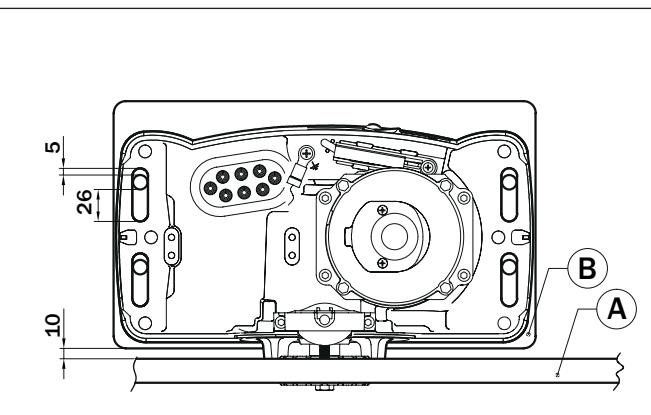

Fig. 2
- Posizionare il G30 sui 4 tiranti, come indicato in fig. 2. Se necessario, svitare i dadi della piastra di fondazione.